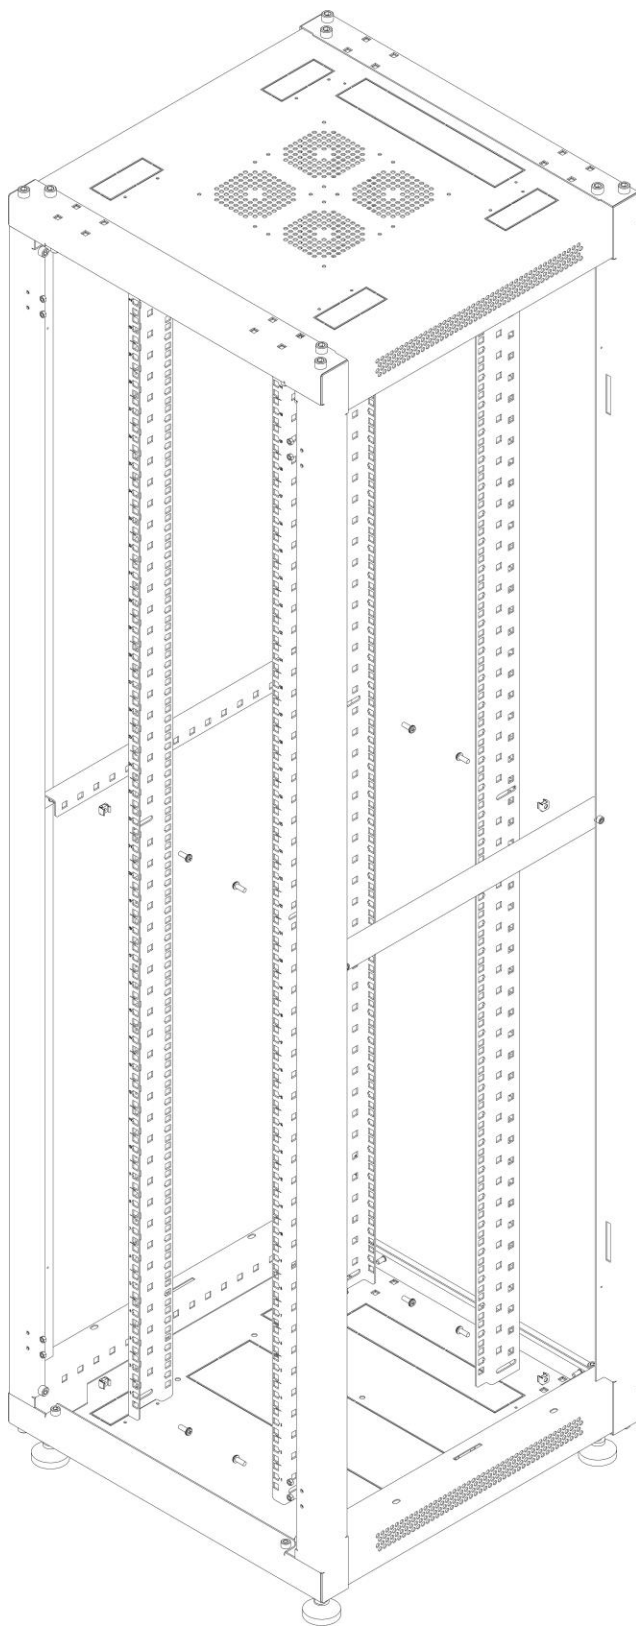

Рисунок 3 – установка монтажных профилей.
7.1.3 Установить профиль монтажный (1.5, 1.6) используя крепеж из комплекта монтажных частей (3). Закладные гайки необходимо вставить в квадратные отверстия с внутренней стороны основания, крыши и швеллера на необходимом расстоянии. (рисунок 3).